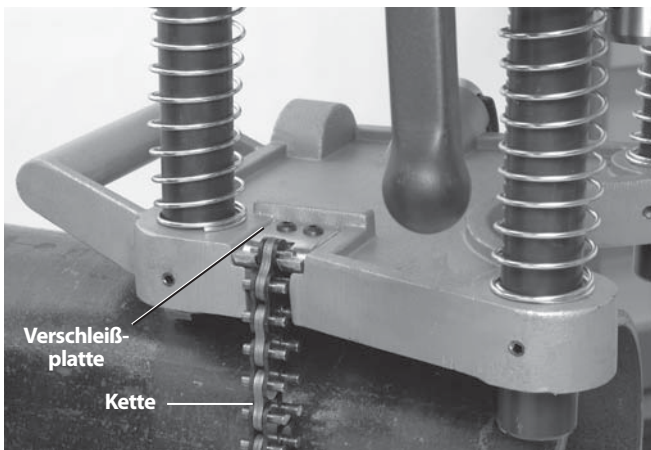

Abbildung 5 – Einhängen der HC-450 Kette
3. Halten Sie immer mindestens eine Hand am Gerät, um es zu stabilisieren und zu führen. Ergreifen Sie das Ende der Kette und ziehen Sie sie fest um die Leitung. Haken Sie den nächsten Kettenstift in die Verschleißplatte und ziehen Sie den Schwenkgriff fest an, um das Gerät an der Leitung zu halten. (Siehe *Abbildung 5.*)